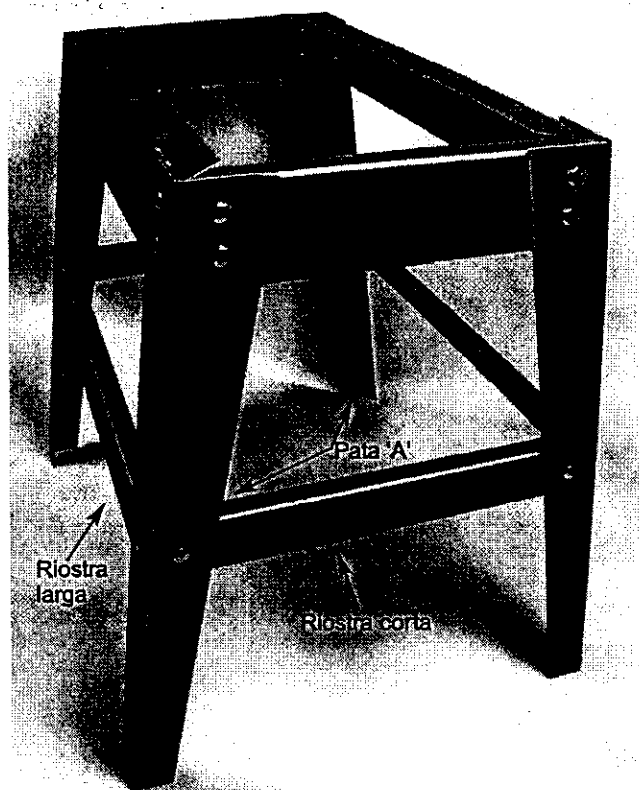

Figura 4 – Plataforma Armada
**AVISO:** El juego de patas troqueladas en 'A' van en las esquinas diagonalmente opuestas y el juego de patas sencillas va en las dos esquinas restantes. La pata en 'A' se debe instalar con la riostra corta a la derecha y la riostra larga a la izquierda para que la plataforma quede rectangular y nivelada (véase la Figura 4).